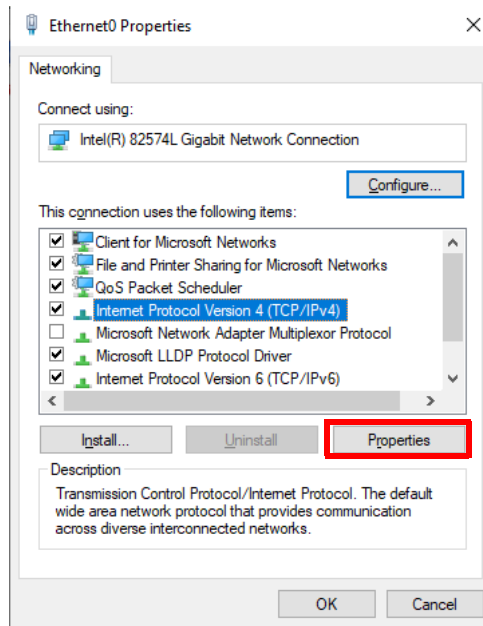

Figura 7-1 Caixa de diálogo Propriedades de Ethernet
- b) Clique duas vezes nas configurações **TCP/IPv4** (Figura 7-1 na página 74).
- e) Para ter o melhor desempenho e evitar a perda de dados, em **Properties** (propriedades) da mesma placa de rede, clique em **Configure** (configurar) (Figura 7-1 na página 74) e acesse a guia **Advanced** (avançado).